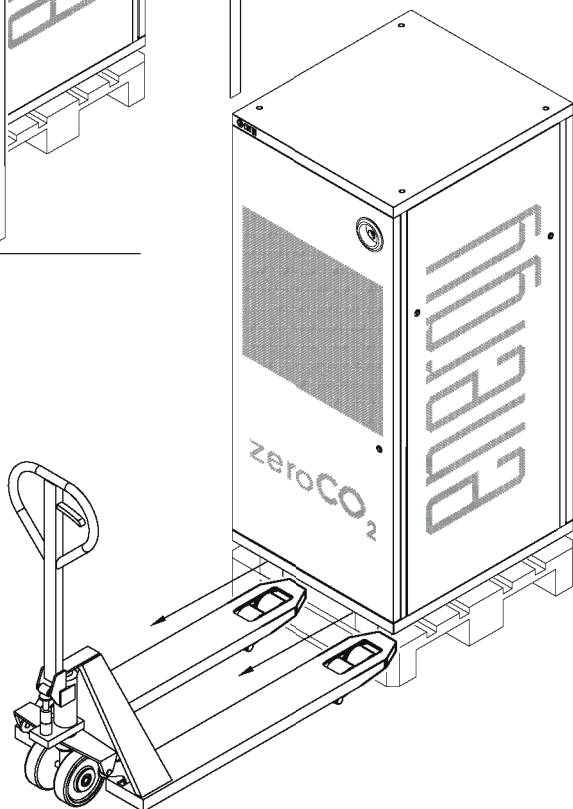

Fig. 4.7
9. Procedere alla rimozione del prodotto dal pallet (Fig. 4.7).